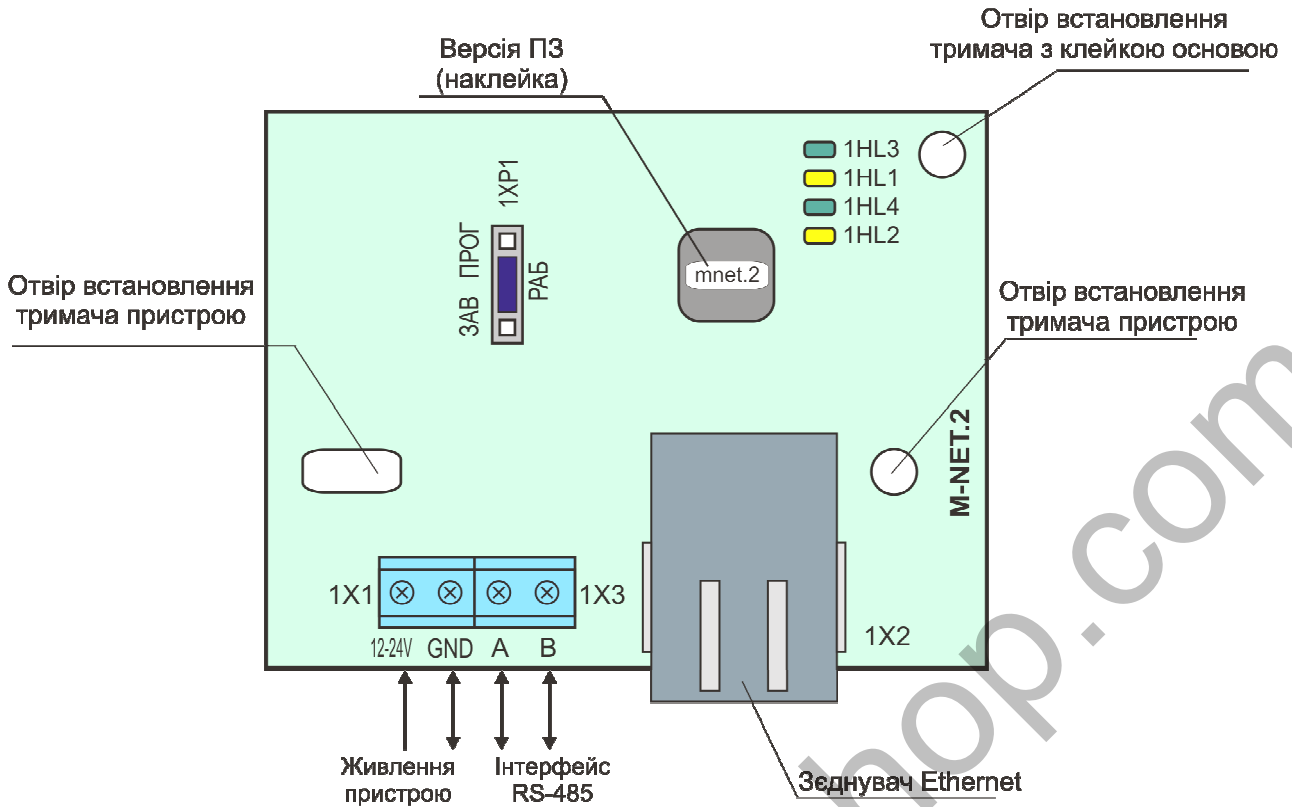

Рисунок 5.1 – Пристрій вводу-виводу M-NET.2
5.1 Пристрій виконаний у вигляді окремої плати, що підключається до приладів за допомогою інтерфейсу RS-485, та встановлюється в їх корпусі. Зовнішній вигляд пристрою наведено на рис. 5.1.
5.4 Пристрій містить наступні індикатори (рис. 5.1):